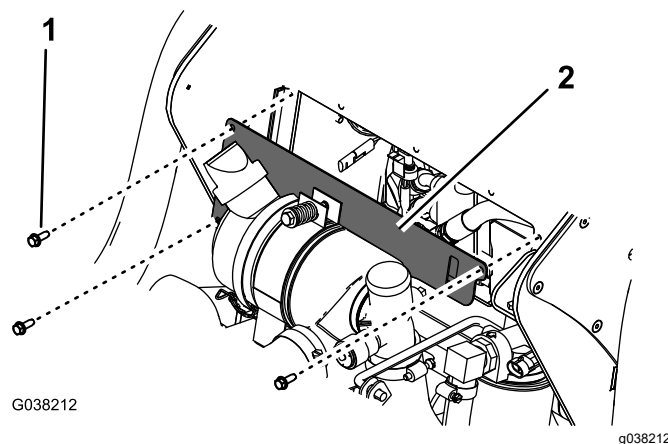

Figure 4
1. Retirez les 3 vis à embase ( $\frac{1}{4}'' \times \frac{3}{4}''$ ) qui fixent la plaque de protection à l'avant du cadre du panneau de commande, et déposez la plaque de protection (Figure 4).